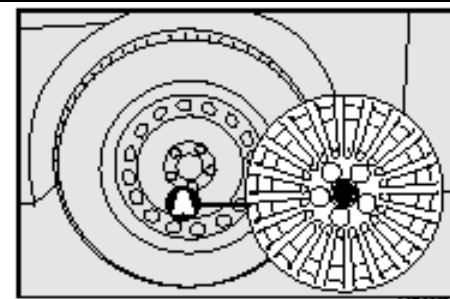

рис.6
- Снимите с колеса (если установлены штампованные диски) колпак **А – рис. 6**;